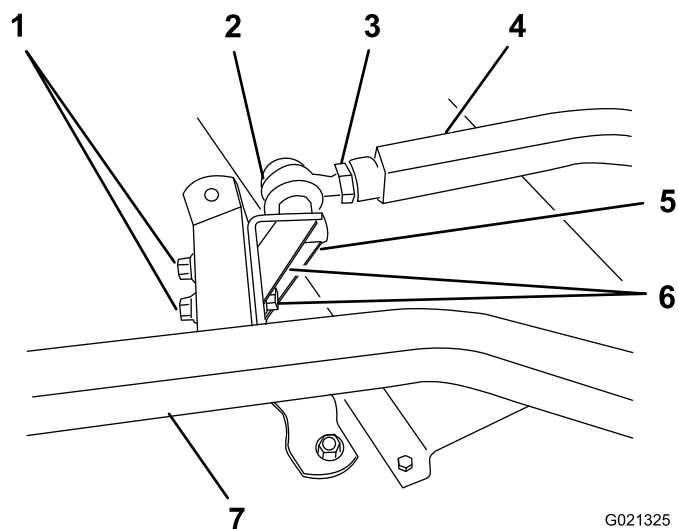

Figura 10
1. Retire los 2 tornillos de caperuza, arandelas planas y tuercas con arandela prensada que sujetan el soporte de articulación esférica izquierdo al brazo de rueda giratoria izquierdo (Figura 10).